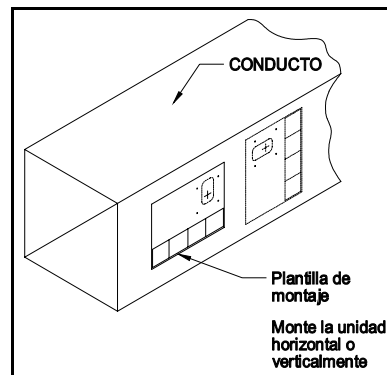

Figura 2
2. Ponga la plantilla de montaje suministrada en el conducto de aire en posición vertical u horizontal, como se muestra en la figura 2. (Deje la plantilla montada en el conducto para futura referencia.)